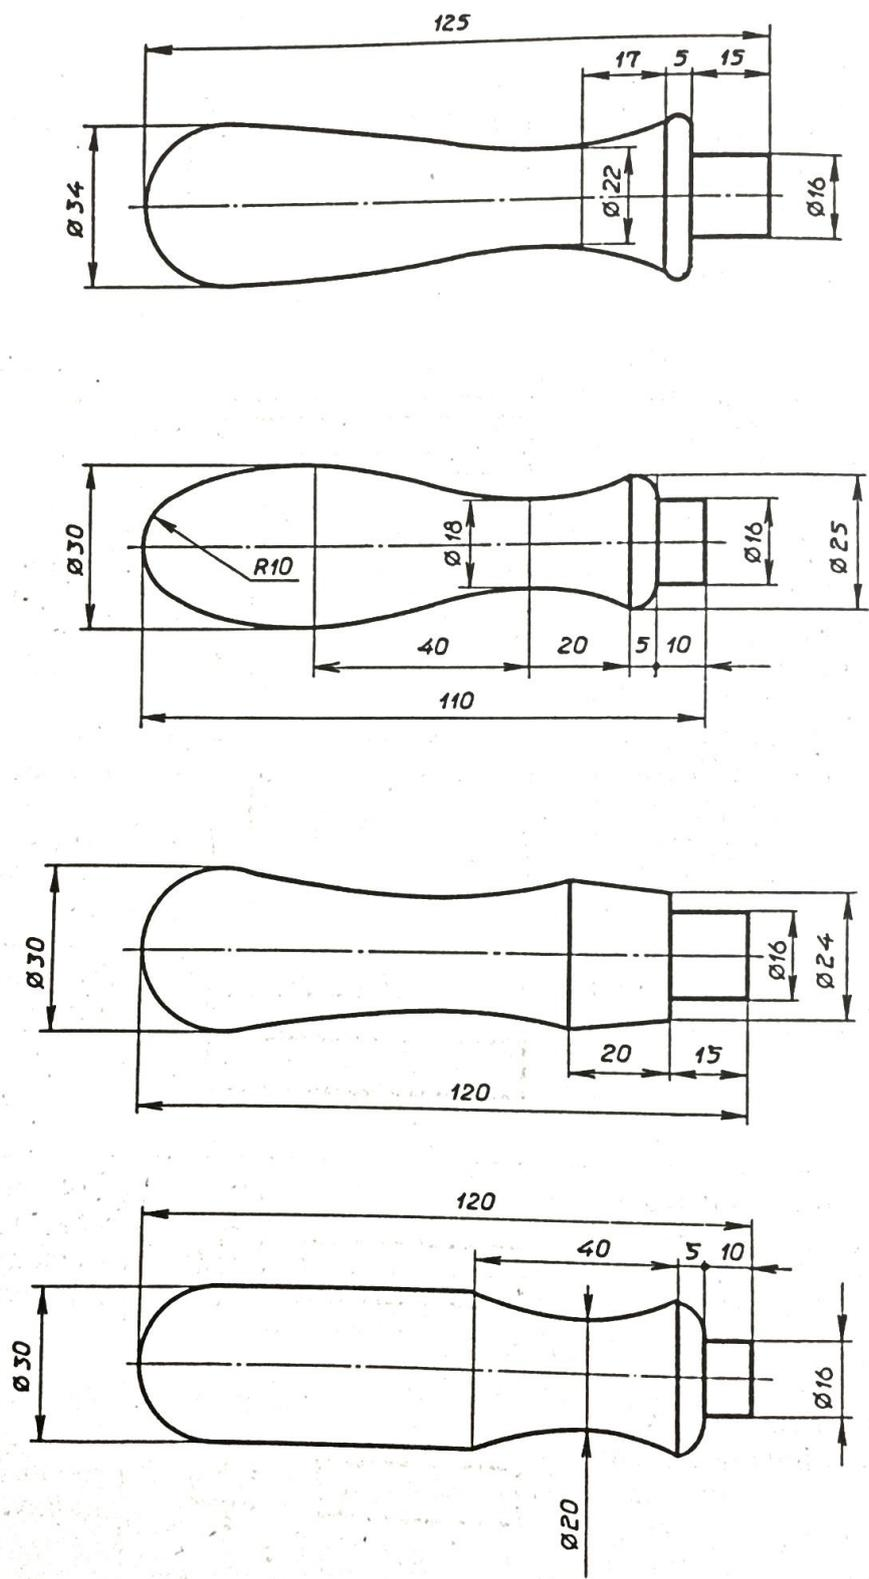

Рис. 1. Варианты исполнения ручки для инструмента
1. По указанным данным, в *M 1:1* разработайте чертеж ручки для инструмента, (Рис.1). Чертеж оформляйте на формате А 4, с указанием рамки и основной надписи.
2. Форму ручки выберете из представленных ниже (Рис. 1).